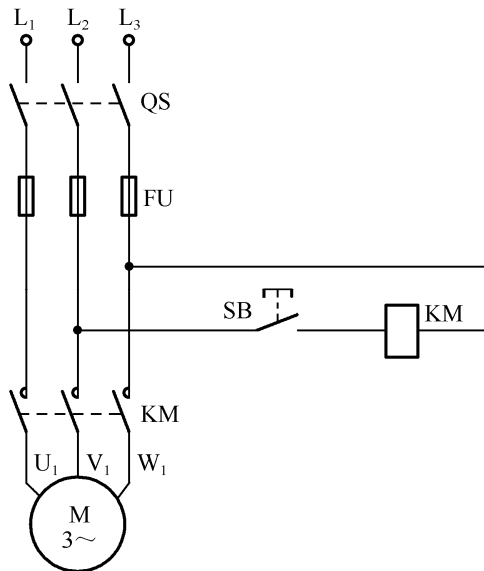
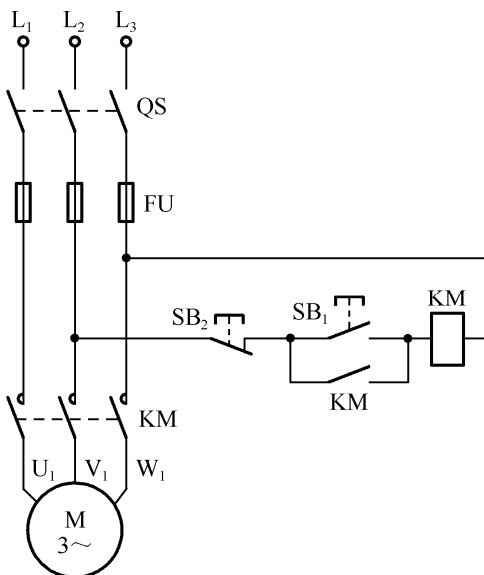

图 2-1 三相交流异步电动机点动控制电路原理图
图 2-2 三相交流异步电动机自锁控制电路原理图
(1) 生产实践中有很多场合需要用到点动控制电路，如机床调整刀架和试车；吊车在定点放落重物时，常常需要电动机短时断续工作，即按下按钮电动机就转动，松开按钮电动机就停转。该控制电路的主要电器是交流接触器。点动控制电路原理图如图 2-1 所示。
(2) 对于需要较长时间运行的电动机，用点动控制不方便，则需要采用接触器辅助触头来实现自锁控制。通常利用接触器自身的常开触头与启动按钮并联来实现自锁控制。自锁控制电路原理图如图 2-2 所示。
按图 2-1 所示点动控制电路进行接线。接线时，先接主电路，即从 380V 三相交流电源的输出端 U、V、W 开始，经交流接触器 KM 的主触头，到电动机的三个接线端 U₁、V₁、W₁（或 A、B、C），用导线按顺序串联起来，注意导线相序色标为黄、绿、红。主电路接线完成以后再连接控制电路，即从 380V 三
按图 2-2 所示自锁控制电路进行接线。它与图 2-1 所示电路的不同点在于控制电路中多串联了一个停止按钮 SB₂，同时在 SB₁ 启动按钮两端并联了一个接触器 KM 的常开触头，起自锁作用。